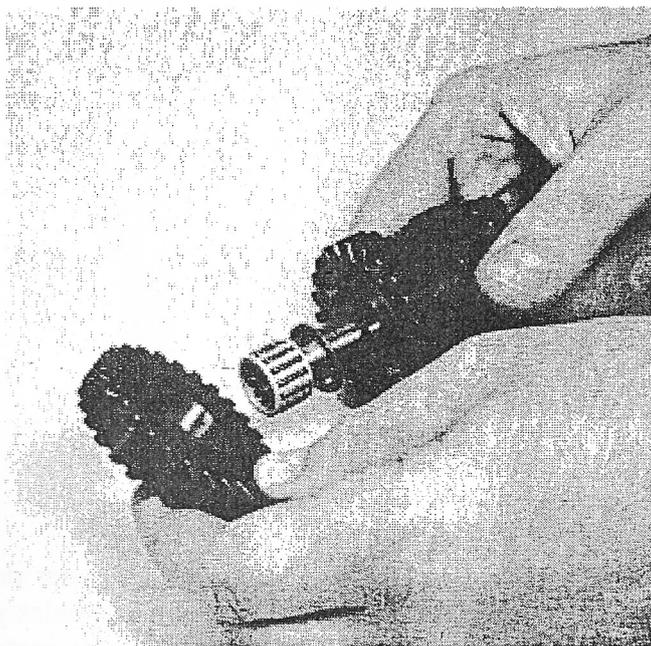

FIG. 51
3. Haz lo mismo en el eje secundario. El piñón situado mas a la izquierda del eje es el de la 1ª marcha, este piñón gira sobre un rodamiento de agujas. Cuando lo instales debes poner primero la arandela de separación de 1mm de ancho, coloca entonces el rodamiento y el piñón sobre el eje (Fig 51)